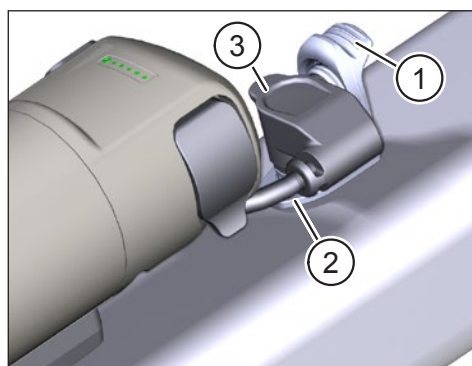

Fig. 8: Branchement du câble de connexion au port de chargement
- ▶ Ouvrez le couvercle (élément 1 Fig. 8) du port de charge (élément 2 Fig. 8) situé sur le cadre du vélo.
- ▶ Orientez la fiche (élément 3 Fig. 8) du câble de connexion de manière à ce que les codages de la fiche et du port de chargement coïncident.
- ▶ Insérez la fiche dans le port de chargement puis sécurisez la fiche en rabattant le couvercle (élément 1 Fig. 8).